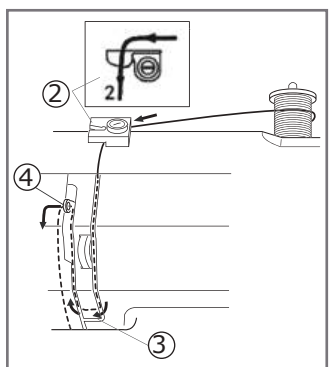

Рис.19
- Проведите обе нити через прорезь натяжного диска, затем обогните его и верните нити вверх (см. шаг 3 на Рис.19).
- Пропустите обе нити через отверстие нитенаправителя справа налево (см. шаг 4 на Рис.19).